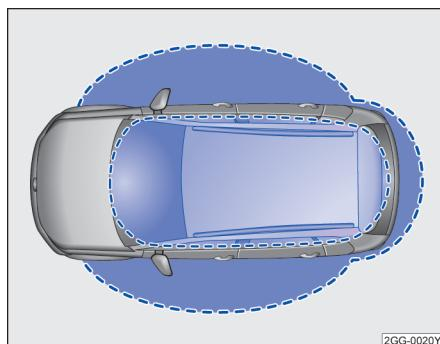
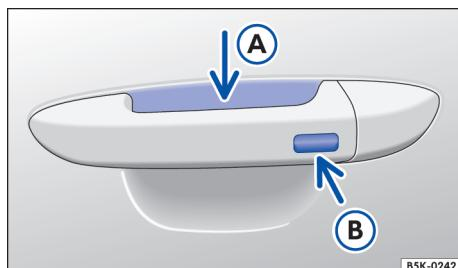

图 47 无钥匙进入闭锁/启动系统：工作范围
图 48 无钥匙系统 Kessy：车门拉手上的传感区
- 抓住车门拉手 → 图 48 (箭头 A)。
- 触摸车门拉手上的传感区 → 图 48 (箭头 B) 一次。汽车锁止。
如果在行李厢盖的有效感应区域 → 图 47 有一把有效的遥控钥匙。
Kessy 是一种无钥匙系统，它可以实现在不操作遥控钥匙的情况下解锁或锁止汽车。操作者只需随身携带一把有效遥控钥匙，并处于车门或行李厢盖的有效感应区域内 → 图 47，同时触摸车门拉手上的传感区之一 → 图 48 或按压行李厢盖上的按钮即可实现。
如果有一把有效遥控钥匙在有效感应区域 → 图 47 内，则无钥匙系统 Kessy 会将访问权限授予该钥匙。紧接着可以在不主动操作遥控钥匙的情况下执行以下功能：
- 要便捷关闭所有电动车窗和天窗，请用手指按住车门拉手上的传感区→图 48 ⑩几秒钟。
- 松开传感区⑩即可中断该功能。如果在松开车门拉手上的传感区⑩后立即将手放入⑪内，则所有车窗停在原位置（安全功能）▲→第 67 页。
如果有水柱或水流从车门把手传感器→图 48 ⑯（箭头）处暂时移开，然后又移回（例如洗车时），则所有车窗均有可能打开→第 61 页，便捷功能。